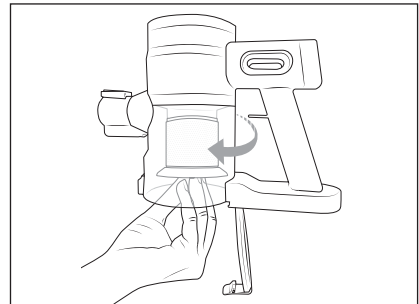

Fig. 11
- 2) Para desmontar el filtro de acero inoxidable **6** y el filtro EPA **5** del depósito de polvo **2**, gire el filtro EPA **5** en sentido horario (consulte la fig. 11). Tras esto, tire hacia abajo del filtro de acero inoxidable **6** y del filtro EPA **5** para extraerlos del depósito de polvo **2**.